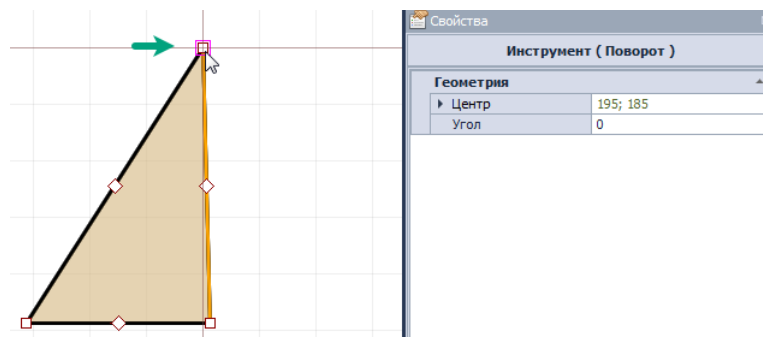

Рис. 368 Выбор и фиксация точки для расчета угла поворота
3. Выберите точку, от которой система будет отсчитывать требуемый угол поворота (это может быть как одна из точек редактирования объекта, так и любая точка в рабочей области), Рис. 368. Зафиксируйте выбранную точку нажатием.